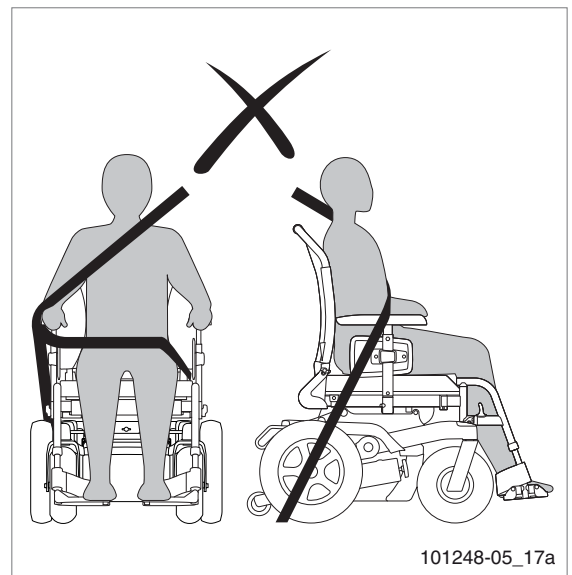

Figure 15
- Vous assurer que la ceinture de sécurité n'est pas obstruée en faisant contact avec le corps par des pièces du fauteuil roulant, telles que les accoudoirs ou les roues (figure 15).